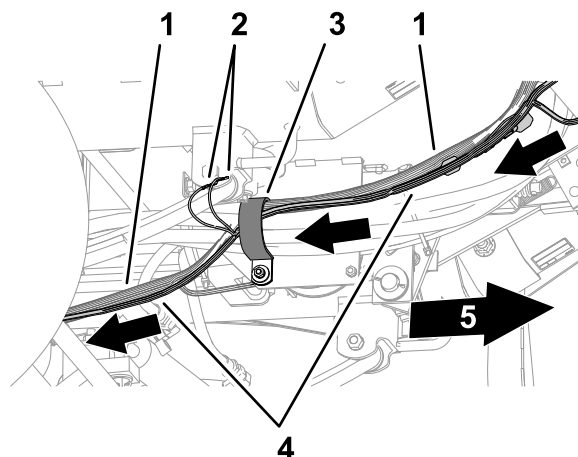

Figura 38
1. Encaminhe o ramal de 71 cm da cablagem, ramal de 89 cm e secção de 452 cm através do grampo em R que prende os tubos da direção, localizados por baixo da placa do piso e para a frente no eixo frontal (Figura 38).